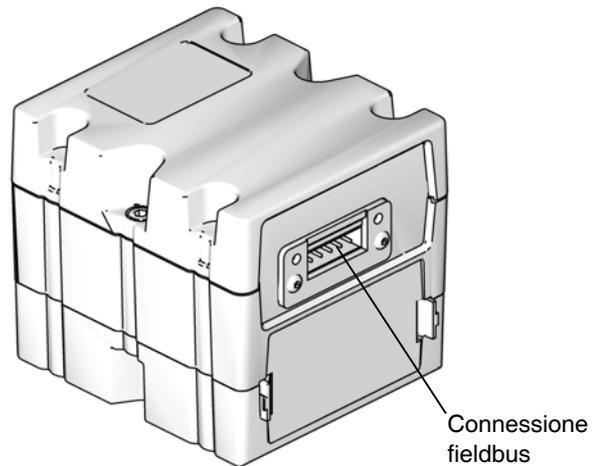

FIG. 40: Collegamento fieldbus del CGM
11. Collegare il cavo Ethernet, DeviceNet o PROFIBUS alla connessione fieldbus sul CGM secondo necessità. Vedere FIG. 40.